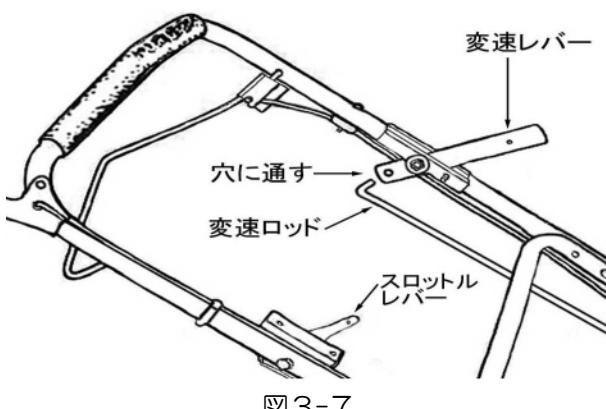

図3-7
- 変速ロッドの上部の曲がった部分を変速レバーの穴に通します。 (図3-7)